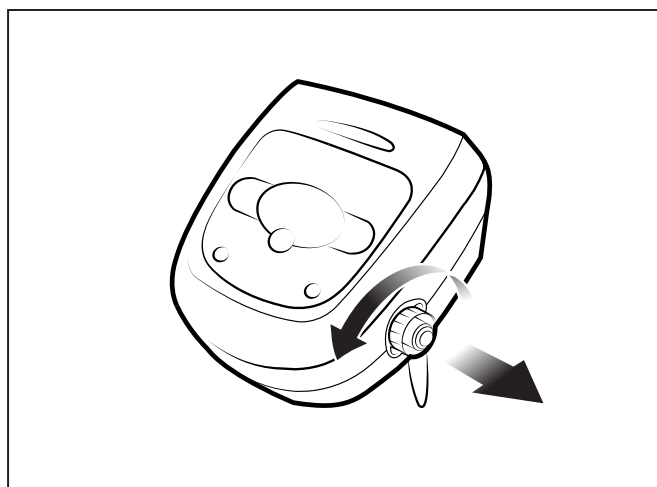

Figure 3. Retirer le couvercle protecteur
1. Dévisser le capuchon de protection du câble flottant sur le côté du boîtier de commande en le tournant dans le sens contraire des aiguilles d'une montre (Figure 3).